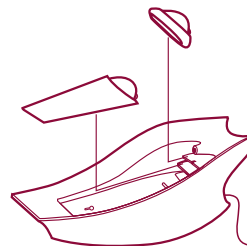

Рис. 14
- Если вы не пользуетесь насадками, уберите их в гнездо внутри базы зарядки батарей (рис. 14).